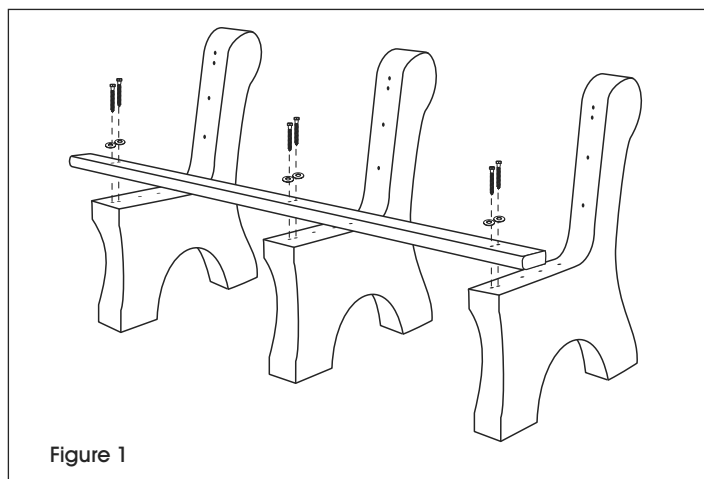

Figure 1
3. Alignez une des planchettes à bords arrondis sur les deux trous prépercés avant de la partie siège des bases de banc. Fixez-la aux bases de banc à l'aide des vis tire-fonds de 3 1/2 po, des rondelles, de la perceuse et de la douille tournevis de 7/16 po (le vissage s'effectuera à l'étape 7). (Voir Figure 1)